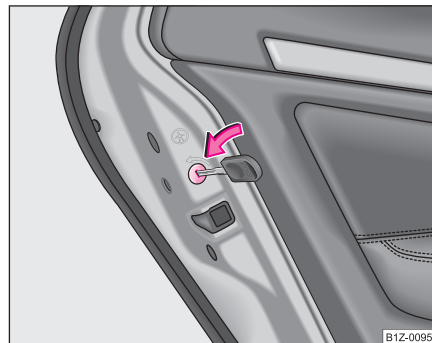

Fig. 26 Siguranța de la ușile din spate pentru copii
- Rotiți cu cheia de contact fanta din ușile din spate în sensul săgeții ⇒ fig. 26.